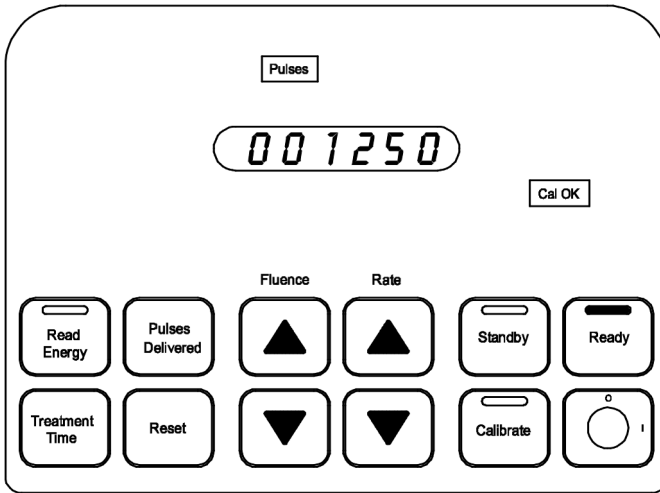

**Figur 10**
5. Hvis du trykker ned fotpedalen, tennes den røde **Lasing** (Laserstråling pågår)-lampen og den røde statuslampen øverst på kontrollpanelet. (Figur 10)